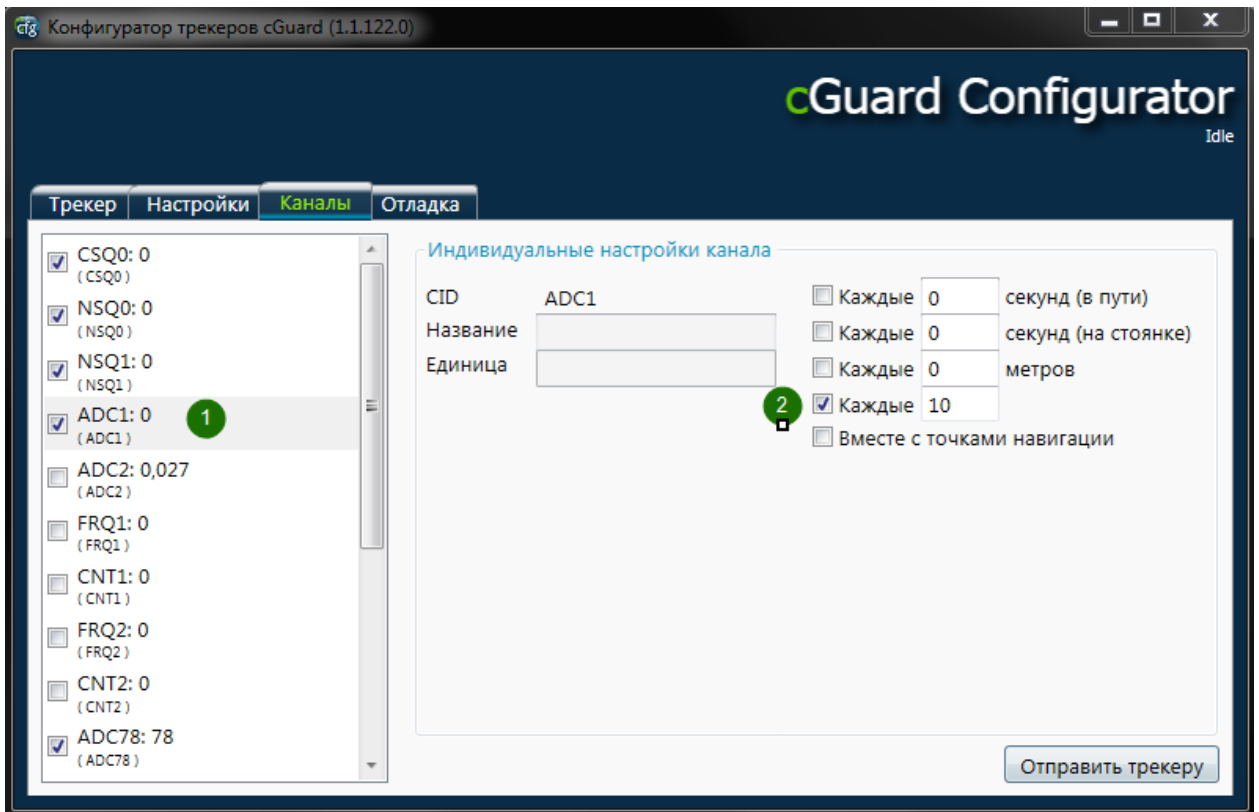

Рис.4.1.1.Настройка входа зажигания в конфигураторе
2) В конфигураторе (во вкладке **Каналы**) необходимо включить канал АЦП(ADC1 либо AIN1) и настроить его так, чтобы канал отсылал данные по изменению значению напряжения (Рис.4.1.1.).